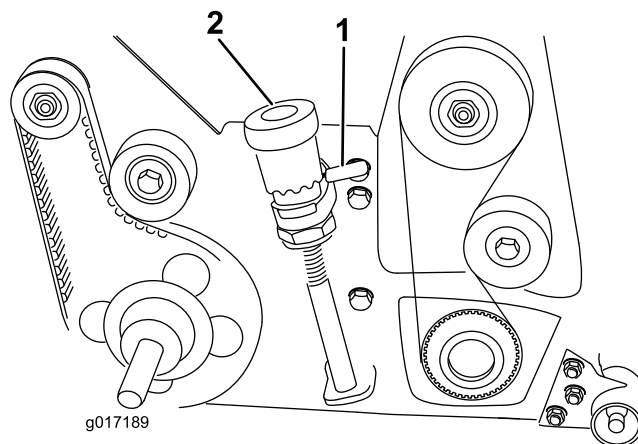
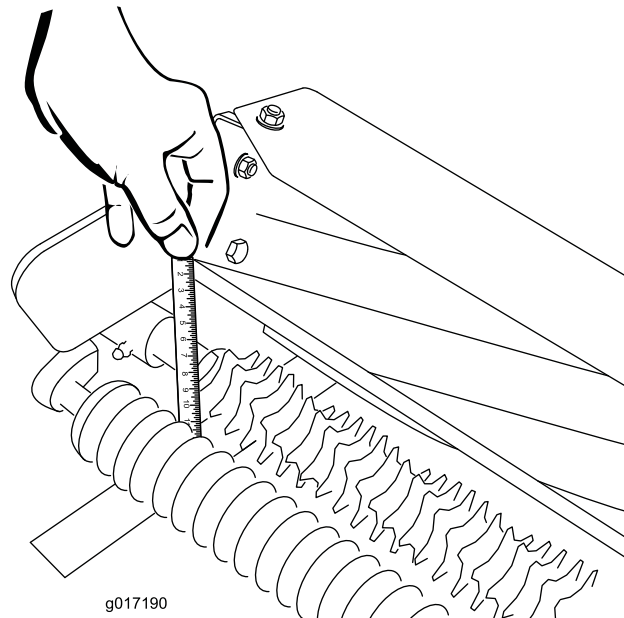

Рисунок 13
Рисунок 14
2. Используйте быстродействующие подъемные рычаги (с обеих сторон) для опускания барабана механической щетки в положение обработки механической щеткой (Рисунок 13).
3. С одной стороны вала механической щетки измерьте расстояние от самого нижнего конца ножа механической щетки до рабочей поверхности (Рисунок 14). Поднимите и поверните регулировочную рукоятку (Рисунок 13), чтобы поднять или опустить конец ножа. Каждое фиксированное положение рукоятки тонкой регулировки приблизительно равно глубине 0,17 мм механической щетки.
Внимание: При транспортировке машины поднимите барабан механической щетки в транспортное (поднятое) положение. Чтобы поднять барабан механической щетки, поверните правый и левый быстродействующие рычаги подъема так, чтобы они были направлены назад (Рисунок 13). Чтобы опустить барабан механической щетки, передвиньте быстродействующие рычаги подъема вперед.